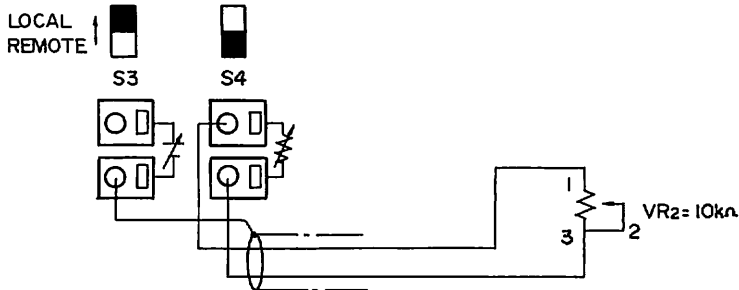

図13
2)背面CC. REMOTEのS4スイッチをREMOTEにセットし、図13のように外部抵抗器VR₂=10kΩを接続します。
・VR₂ の接続は2芯シールドを使用し, 外被シールドは図13のように接続してください。